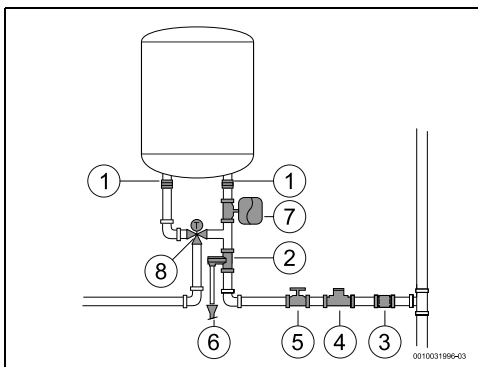

Fig. 11
- ▶ Aprire la valvola d'intercettazione dell'acqua (→ Fig. 11,[5]).
- ▶ installare una valvola di riduzione della pressione (Fig. 11, [4]). La valvola di sicurezza si attiverà quando la pressione dell'acqua nell'apparecchio è superiore a 8 bar (± 1 bar), pertanto è necessario pianificare una modalità di scarico dell'acqua.
- ▶ installare un vaso d'espansione (Fig. 11, [7]) per arrestare l'apertura frequente della valvola di sicurezza. Il volume del vaso d'espansione deve essere equivalente a 5% del volume dell'apparecchio.